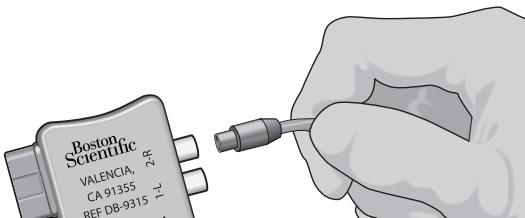

Figura 9: Conexión del cable de estimulación intraoperatoria 1 x 8 al estimulador de prueba externo 2 y al adaptador de ETS
4. Conecte el cable de estimulación intraoperatoria y la extensión al enchufe del adaptador de ETS con la etiqueta "1-L" (Figura 9). Si se utilizan dos electrodos de ECP, conecte el electrodo de ECP izquierdo al enchufe "1-L" y el electrodo de ECP derecho al enchufe "2-R".